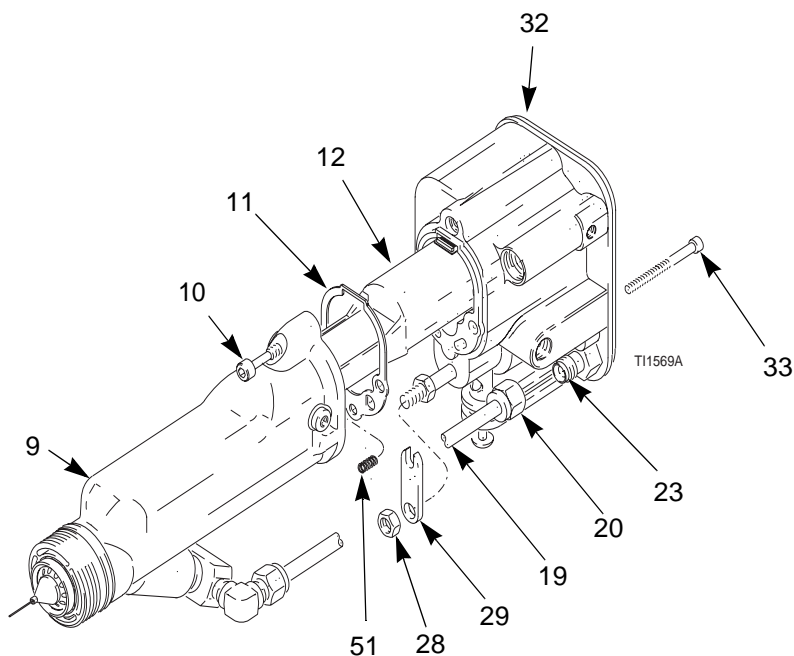

Fig. 30. Remontage du canon
1. S'assurer que le joint (11) et le ressort de mise à la terre (51) sont en place. Veiller à ce que les trous d'air soient bien alignés. À remplacer si endommagé. Voir Fig. 30.
2. Placer le canon (9) sur le générateur (12) et sur le corps du pistolet (32).
4. Monter le tube produit (19) sur le raccord (23). Veiller à ce que les bagues (21, 22) soient en place. Serrer l'écrou (20).
5. Monter la tige de commande (29) et l'écrou de blocage (28). Voir 39.
7. Monter le capotage (2) et le chapeau d'air, page 34.